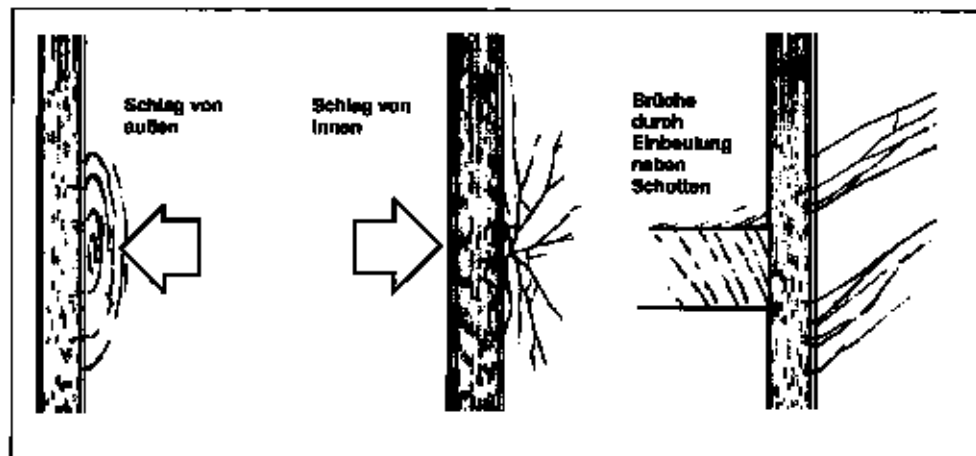

Abb. 2-1 Typische Risse durch Schlag oder übermäßige Biegung. Die Art des Risses gibt Aufschluß über die Ursache.
1. Untersuchen Sie das Muster und die Lage des Bruchs, um seine Ursache festzustellen (Abb. 2-1). Weist diese Untersuchung auf zu starke Durchbiegung hin, muß die Innenseite des Laminats inspiziert werden, um festzulegen, wo am besten eine